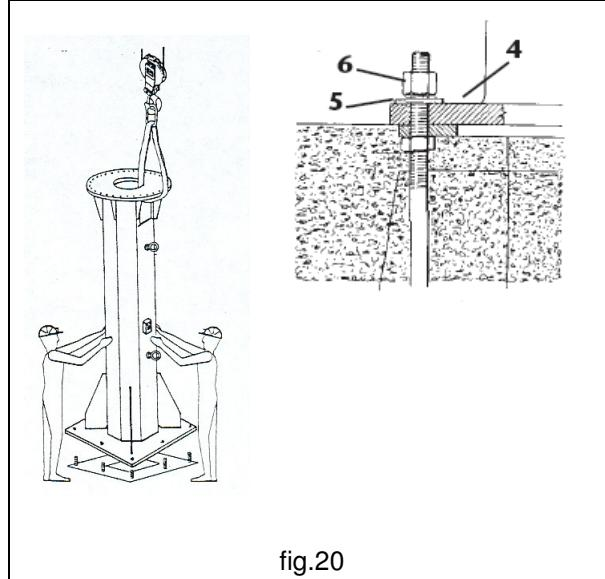

fig.20
3. Erigere la colonna sollevandola nei punti prefissati, utilizzando mezzi di sollevamento idonei allo scopo, ovvero gru a ponte o gru mobile e relative imbracature di portata e caratteristiche adeguate alla massa da movimentare.(fig.20)
4. Montare la colonna sulla cornice di fondazione facendo combaciare ed infilando i fori della piastra di base **4** sulla porzione filettata dei tirafondi sporgenti dal plinto, fissandola successivamente con i dadi **6** previa interposizione delle relative rondelle piene **5**.(fig.20)